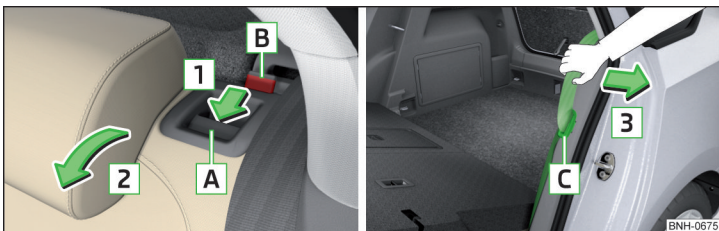

Fig. 70 Rabatarea înainte a spătarului/reglarea disponibilității centurii de siguranță
- ▶ Introduceți clema de fixare a centurii de siguranță **C** în orificiul din capitonajul lateral - Reglarea disponibilității » fig. 70.
- ▶ Trageți centura de siguranță laterală **C** înspre capitonajul lateral, în sensul săgeții **3** » fig. 70.